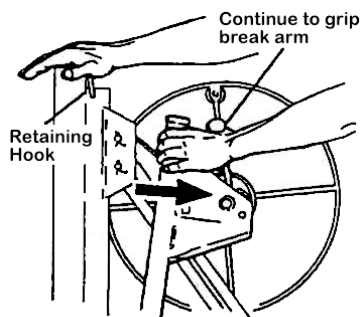

Figure 4
- c. Legen Sie Ihre rechte Hand auf das Oberteil des Stativs. Den Bremshebel so weit betätigen, dass das Kabel nicht rutscht. Ziehen Sie die Windenbaugruppe gegen sich. (Figure 4)